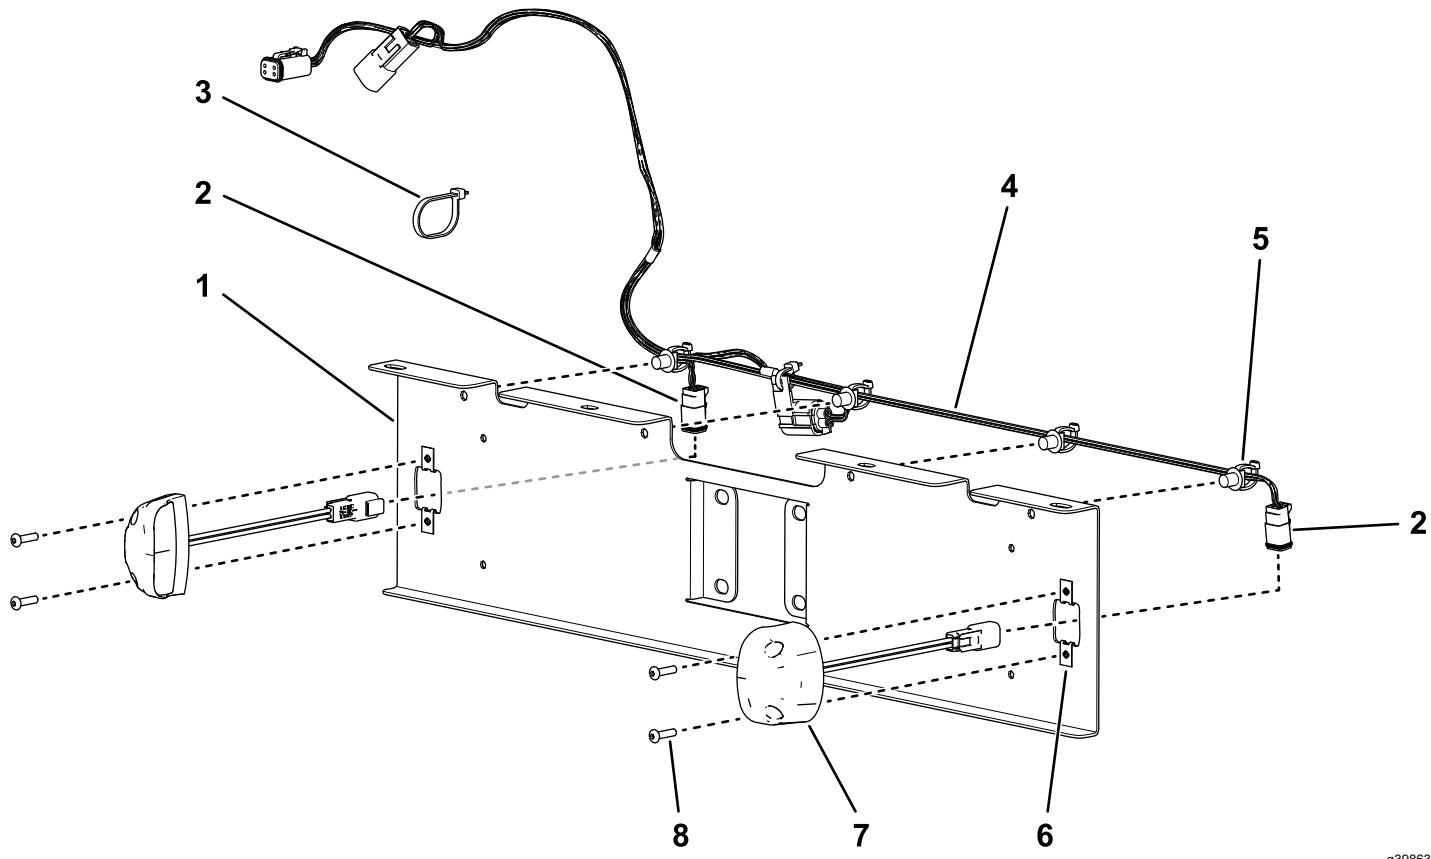

Рисунок 1
1. Проложите жгут проводов номерного знака вдоль верхней части кронштейна номерного знака так, чтобы 2 больших разъема и предохранитель были с левой стороны (Рисунок 1).
2. Прикрепите жгут проводов к кронштейну, вставив 4 вставных держателя на жгуте в соответствующие отверстия в кронштейне (Рисунок 1).
3. Проденьте разъемы ламп освещения номерного знака через большие отверстия с обеих сторон кронштейна и соедините их с 2 лампами освещения номерного знака (Рисунок 1).
4. Установите световые приборы на кронштейн с помощью 4 болтов с внутренним шестигранником (#10 x 1 дюйм) и 4 зажимных гаек, как показано на Рисунок 1.